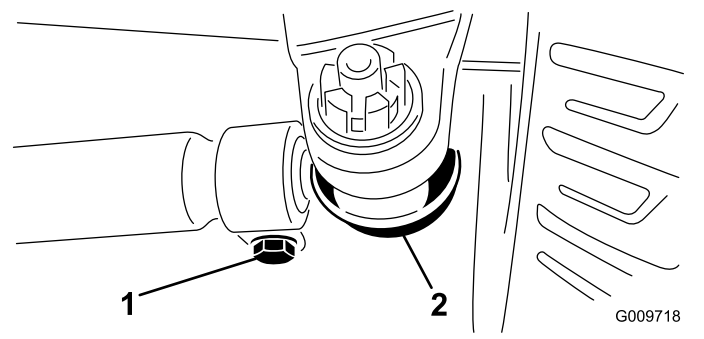

図 76
3. 調整が必要な場合は、タイロッドのボールジョイントのコッターピンとナットを外す 図 76。アクスルケースサポートからタイロッドのボールジョイントを外す。
4. タイロッド両側のクランプをゆるめる 図 76。